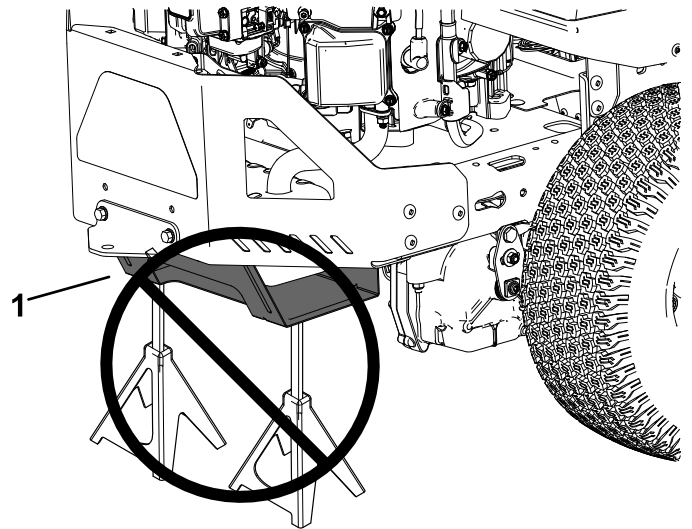

Bild 36
Stützen Sie die Maschine nicht auf der unteren Schalldämpferabdeckung (Bild 36) ab, da dies die Schalldämpferabdeckung beschädigen und zum Umstürzen der Maschine führen kann, wodurch Sie oder umstehende Personen verletzt werden.
4. Lösen Sie die Schlauchklemme und entfernen den Papiereinsatz (**Bild 36**).